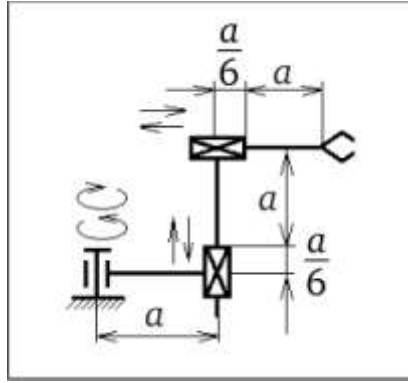

Рисунок 4. Исходные данные к практическому заданию 1.4
1.4. Произвести аналитический расчёт и графическое отображение рабочей зоны робота-манипулятора, основанного на цилиндрической системе координат. Выразить результат вычислений через переменную расстояния «а». Исходные данные рис.4.